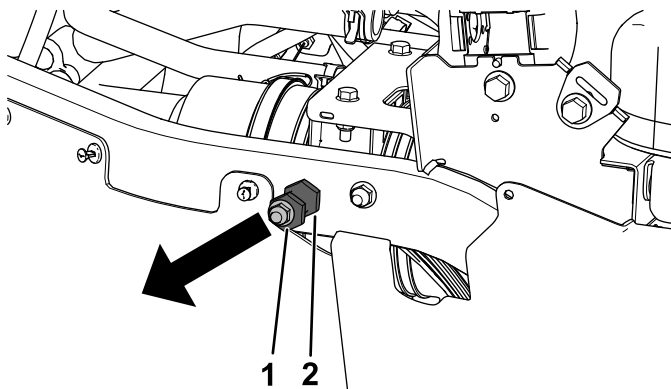

Figura 11
4. Retire la contratuerca ($\frac{3}{8}$ ") y el pasador de cierre de los tubos traseros izquierdo y derecho del bastidor (Figura 11).